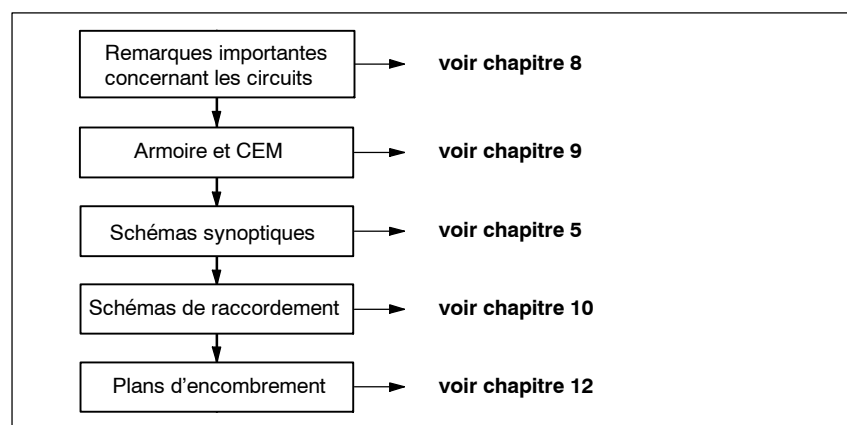

Fig. 1-5 Configuration de raccordement
- Phase 2 Configuration des raccordements (voir fig. 1-5)